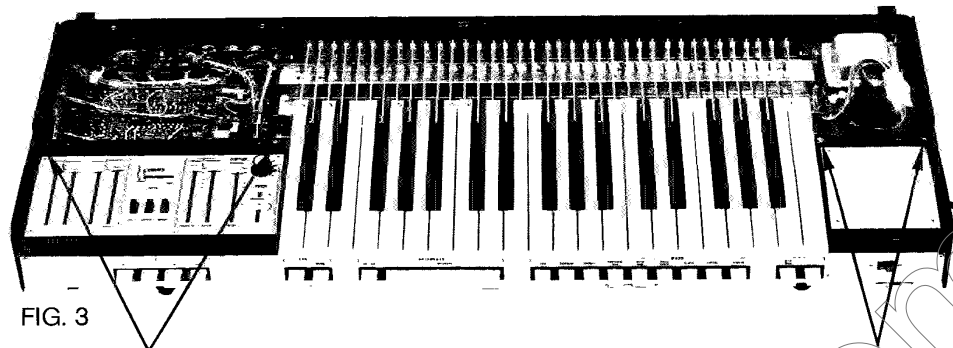

FIG. 3
- 4) Per accedere all'alimentatore occorre togliere la placca decorativa sinistra (vedere fig. 3). Si può quindi agire sui due trimmers VR1-VR2 e dopo aver tolto la retina protettiva si può intervenire nelle parti interne dell'alimentatore.
- 3) *To reach PA 545 remove the potentiometer-holder cover by unscrewing the two screws indicated in figure 3.*
- 4) *To reach the power supply remove the left decorative plaque (see figure 3). Both trimmers VR1 and VR2 can be reached. By removing the protective net, the internal parts of the power supply can be reached.*
- 6) *To remove the power supply, unscrew the four cross-slotted screws indicated in figure 3.*